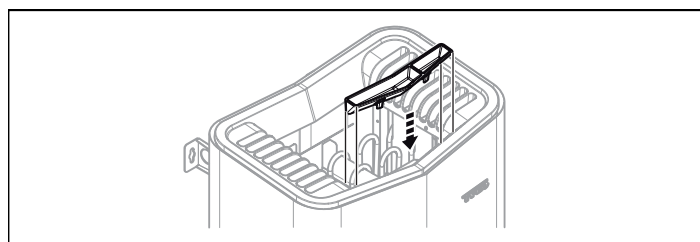

Fig 9: Pose de la coupelle à parfum/l'humidificateur
7. Poser la coupelle à herbes/l'humidificateur (voir Fig 9).